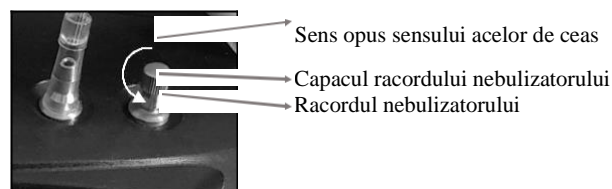

Fig. 7: Nebulizare
- ▶ Trageți în sus capacul racordului nebulizatorului (Fig. 7).